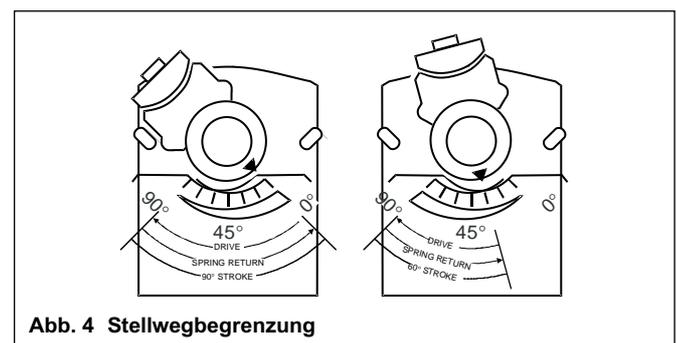

Abb. 4 Stellwegbegrenzung
3. Bewegen Sie die Kupplung in die gewünschte Sicherheitsposition und orientieren Sie sich dabei an der Beschriftung des Stellweges (Drehwinkel S; siehe Abb. 4).
Beispiel: Die Einstellung der Achskupplung auf etwaige Sicherheitsposition von 35° (wie am Gehäuse angezeigt), beschränkt den Stellweg auf 60° (siehe Abb. 4).